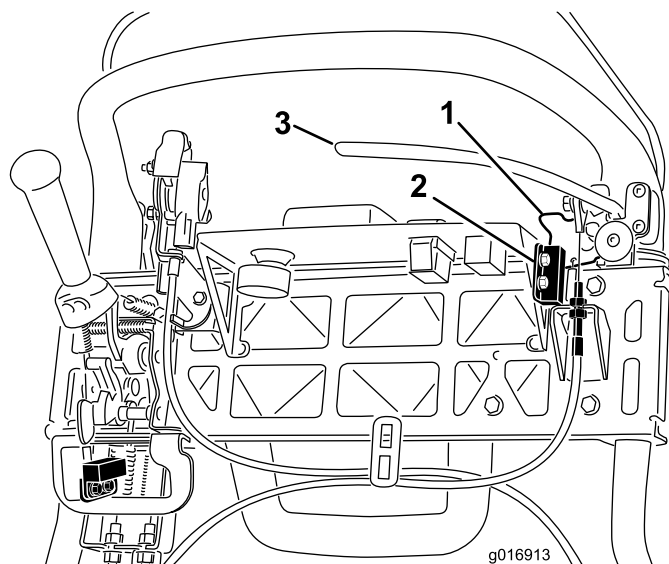

Figura 39
4. Afloje las fijaciones de montaje del interruptor de seguridad (Figura 39).
5. Coloque un suplemento de 1,6 mm de grosor entre el seguro del freno de estacionamiento y el interruptor de seguridad (Figura 39).
4. Para aumentar la tensión del cable, afloje la contratuerca superior del cable y apriete la contratuerca inferior (Figura 39) hasta que se requiera una fuerza de 35 libras (156 N) aplicada a la palanca de freno para quitar el seguro del freno de estacionamiento. No apriete demasiado, porque la cinta del freno puede agarrarse.